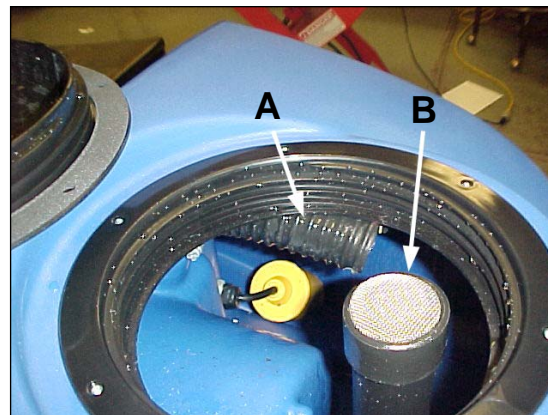

Figure 35
12. Si le réservoir ou le tuyau de récupération sont bouchés, utilisez de l'eau sous pression pour les déboucher. Insérez le tuyau d'eau dans le tuyau de récupération (figure 35, A). **REMARQUE : Ne placez pas le tuyau d'eau dans le tube d'admission de l'aspirateur (voir figure 35, B), car vous risquez d'endommager l'appareil.**
Le tuyau de récupération (figure 35, A) se situe du côté droit du tuyau d'admission de l'aspirateur (voir figure 35, B). Le tuyau de récupération est flexible, ce qui vous permet de le déplacer vers l'avant pour accéder facilement au tuyau d'eau afin de rincer la conduite.